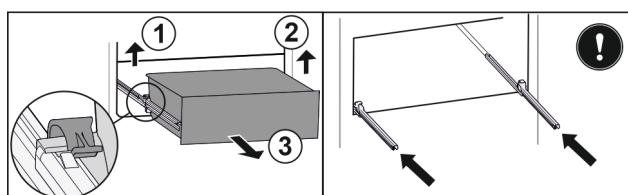

Fig. 129
- Nadvhnite ľavú svorku a súčasne ťahajte zásuvku vľavo dopredu. Fig. 129 (1)
- Nadvhnite pravú svorku a súčasne ťahajte zásuvku vpravo dopredu. Fig. 129 (2)
- Odoberte zásuvku dopredu. Fig. 129 (3)